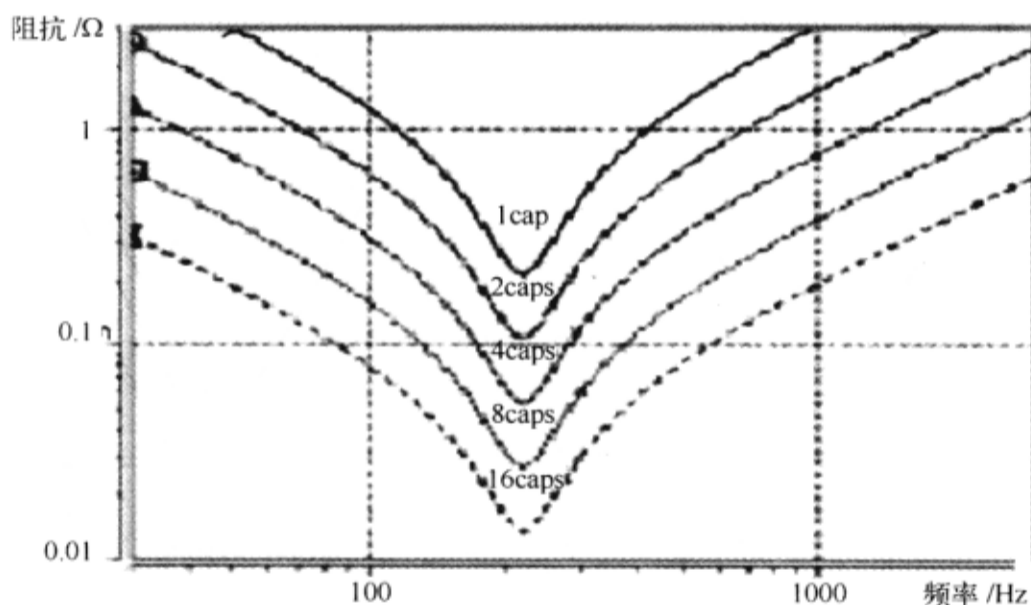

图 1-12-18 等值电容法并联特性
3) 电容并联特性及反谐振 实际应用中的电容往往都是多个并联使用, 因为这样可以大大降低等效的 ESR 和 ESL, 增大电容。对于  $n$  个同样值的电容来说, 并联使用之后, 等效电容  $C$  变为  $nC$ , 等效电感  $L$  变为  $L/n$ , 等效 ESR 变为  $R/n$ , 但谐振频率不变, 如图 1-12-18 所示。